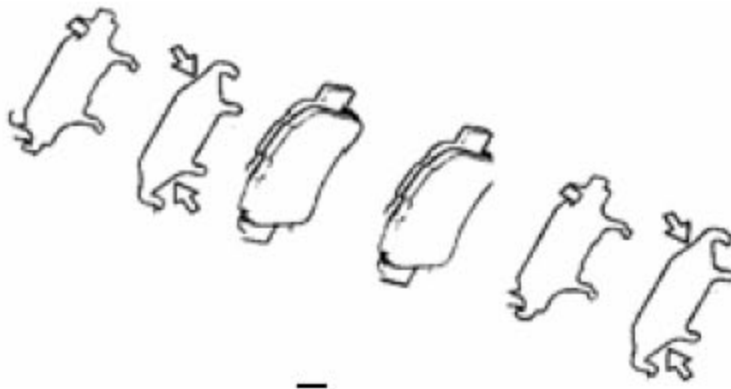

图 3—20
- A).在每片消音垫片的两侧涂盘式制动润滑脂,如图 3—20 所示。